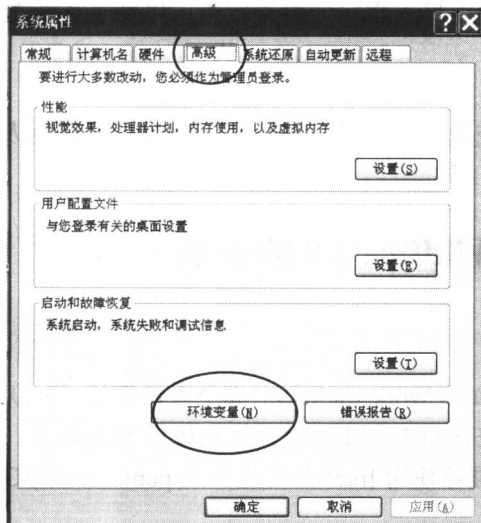

图 1-2 【高级】选项卡
(2) 在【系统属性】对话框中选择【高级】选项卡，打开如图 1-2 所示的对话框。